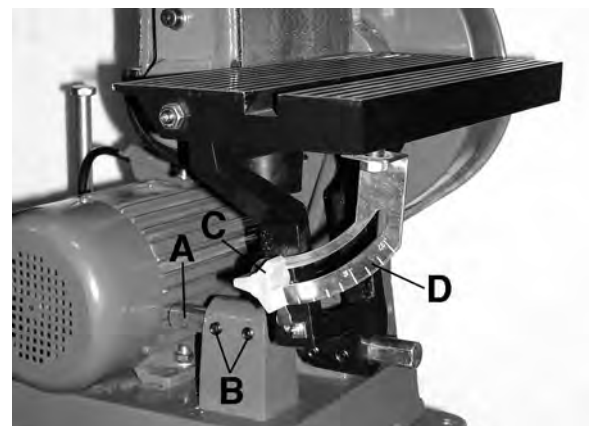

Figure 16
1. Retirez l'ensemble de la table inclinable à l'avant du disque et repositionnez-le tel qu'illustré à la Fig.16.
2. Positionnez la table inclinable à un maximum de 1/16" de la courroie de ponçage et fixez la tige de support (A) Fig.16 en place en serrant les deux vis sans tête (B).
La table inclinable s'incline de 0°- 45° en déserrant le bouton de verrouillage (C) Fig.16, inclinez la table à l'angle désiré tel qu'indiqué sur l'échelle (D) et reserrez le bouton de verrouillage. Assurez-vous que la table soit en équerre avec la courroie. Pour régler le guide à onglets en équerre, utilisez une équerre à combinaison. Si l'indicateur a besoin d'être repositionnée, desserrez la vis de l'indicateur et réajustez-le.